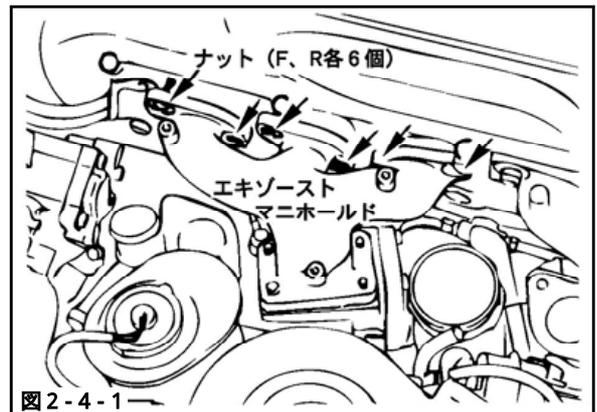

図2-4-1
- (1) EXマニを取付ける前にターボチャージャAssyを取付け位置に置いてください。(図2-4-1)
- (2) EXマニをエンジンに取付けてください。(図2-4-1)